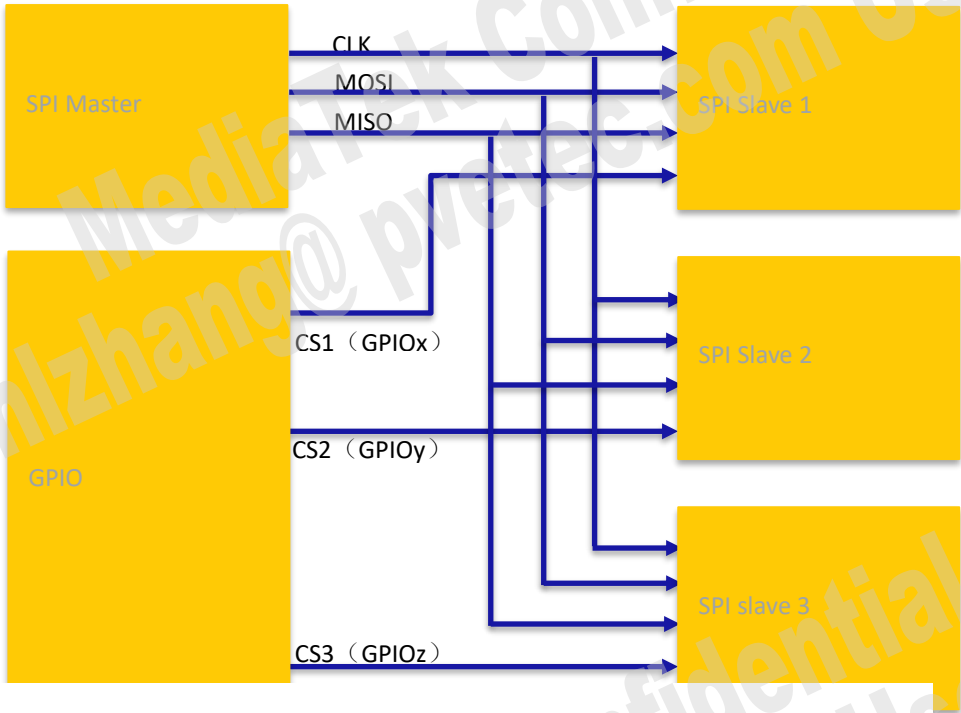

图 1-3. 主设备与多设备引脚连接
- SPI 控制器只有一个 CS 引脚，也就是说，它只能支持单从。但是，您可以将 GPIO 用作 CS 来支持多个设备。如图 1-3 所示。